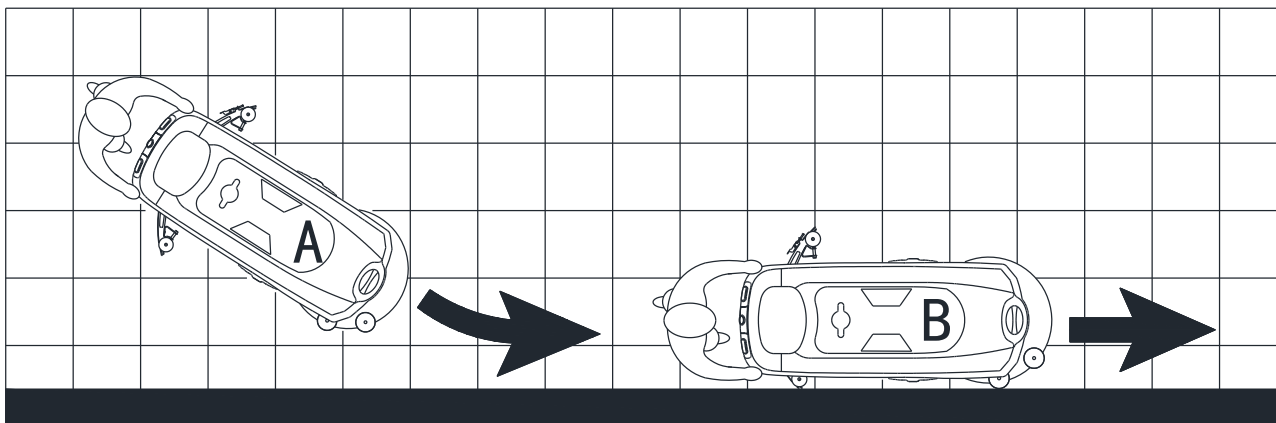

**Figure 8.1**
2. Régler le niveau du pont orbital en ajustant la poignée (A, Figure 8.1), avec la bulle au milieu (B Figure 8.1).